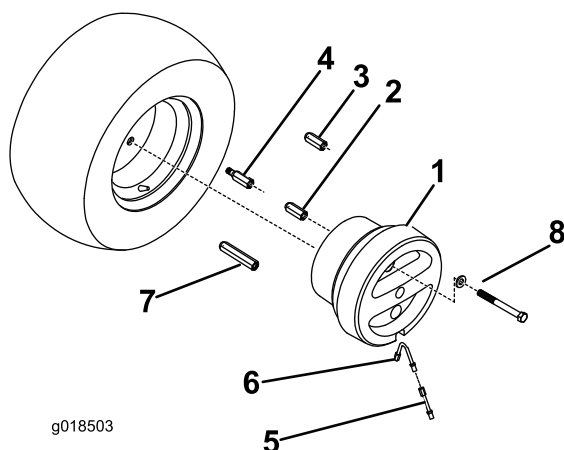

Bild 1
3. Bringen Sie die drei entsprechenden Radapterschrauben oder Muttern am Rad an (Bild 1). Ziehen Sie sie auf 115 bis 135 N-m an.